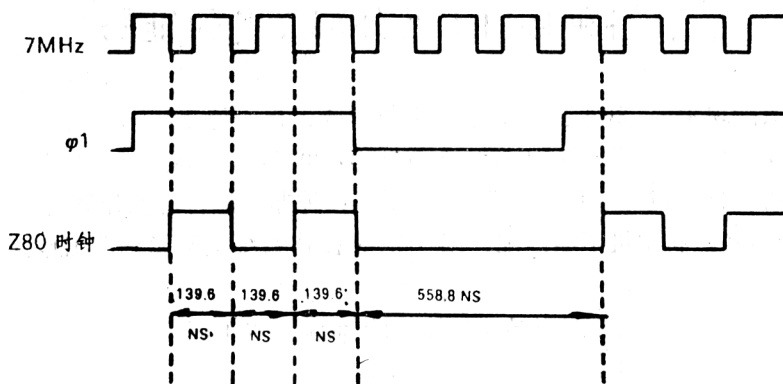

图77
①Z80卡时钟产生电路应使用工作速度较高的74S20芯片,并且为加速和改善波形,电路里还采用了由晶体管 Q_1 (2N3906) 及一些电阻电容元件构成加速电路。如果Z80卡上选用了工作速度较低的74LS20芯片来代用74F20 (U_{12}) 或74S20芯片,或者晶体管 Q_1 及 R_2 , R_3 , R_4 , C_4 等元器件性能变差,都会导致卡上Z80Acpu时钟波形变差,而使cpu不能正常工作。
②Z80卡上的cpu应使用工作频率为4兆赫兹的Z80Acpu (或相同功能的其他系列型号芯片,如D7800等)。这是因为Z80卡上的时钟是由主机的1兆赫兹时钟 ϕ_1 和7兆赫兹时钟通过 U_9 (LS367), U_1 (LS00) 和 U_4 (LS107) 合成后再分频而成的,它是一个平均频率为2兆赫兹的非对称时钟信号。它有一个半的3.58兆赫兹周期和半个1兆赫兹周期 (图77)。所以在工作时,要求cpu能有4兆赫兹的反应能力。但是,由于一些Z80卡上使用了2兆赫兹工作频率的Z80cpu或使用了一些频率特性不够好的cpu,使得系统工作一段时间或还未能工作,就因反应不过来而使系统死锁。